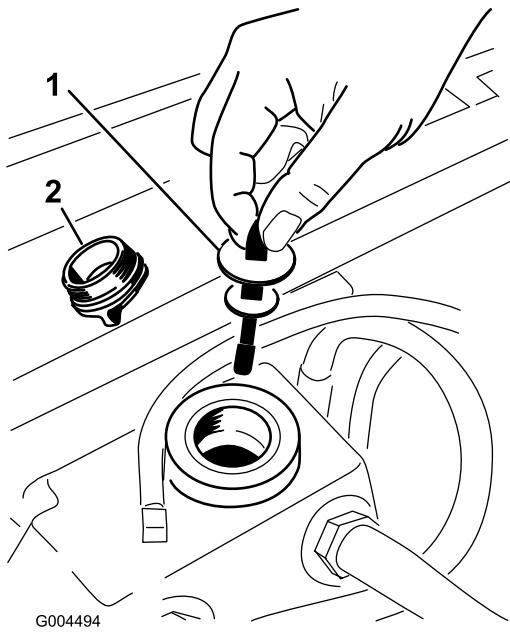

Figure 72
5. Enlevez le bouchon (Figure 72) du goulot de remplissage du réservoir hydraulique.
6. Retirez la jauge et essuyez-la sur un chiffon propre (Figure 72).
7. Remettez la jauge dans le goulot de remplissage, sortez-la de nouveau et vérifiez le niveau de liquide (Figure 72).